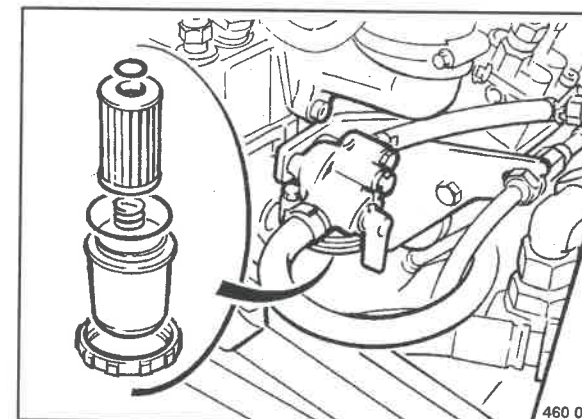

Fig. 122
- Svitare il contenitore del filtro (Fig. 122).